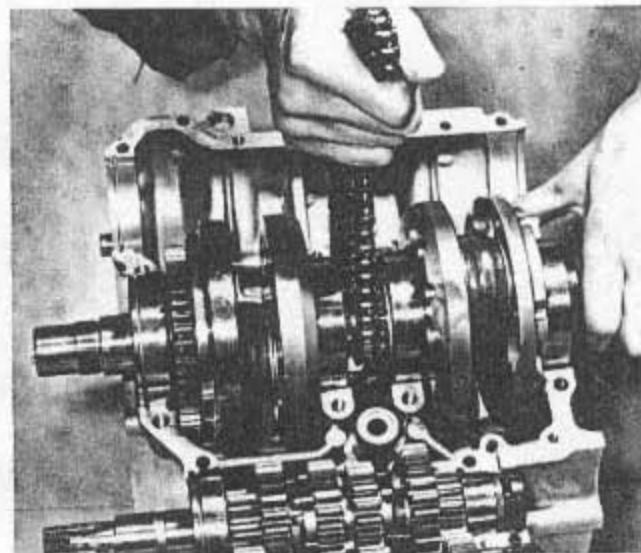

Bild 86
- Die Steuerkette wird über die Kurbelwelle gesetzt, so dass sie mit dem Kurbelwellenritzel im Eingriff steht. Die Kurbelwelle wird nun an beiden Enden gepackt und in ihre Endlage im Gehäuse abgesenkt (Bild 86). Man vergewissere sich, dass die Lagerausserenringe der Hauptlager genau auf den Passstiften sitzen. Auf jedem Hauptlagerausserenring befindet sich zudem eine kleine Körnermarkierung, die genau um 180° versetzt zu der Boh-